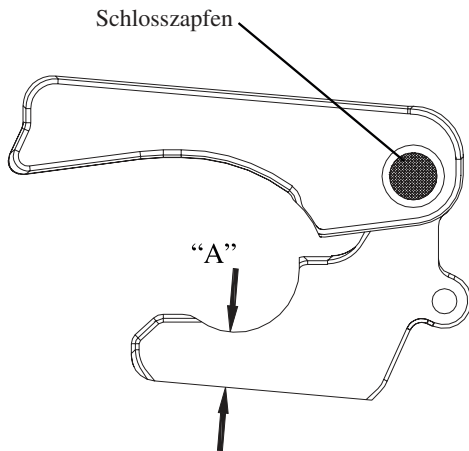

Abbildung 12 - Einbaulage des Schlosszapfens
3. Sattelkupplung auf Verschleiß prüfen. Wenn Maß "A" (siehe Abb. 12) weniger als 20,25 mm beträgt, wird ein Schlossstück-Austauschsatz benötigt.
Beim Schlosszapfen (siehe Abb. 12) handelt es sich lediglich um einen Drehzapfen, der auslegungsgemäß kleiner als die Bohrung im Schlosstück ist. Damit ist Spiel vorhanden, was es dem Schlosstück ermöglicht, jederzeit vollständig im Kontakt mit Königszapfen und Verschlussriegel zu stehen.
Liegt am Schlosstück Untermaß vor (Maß A in Abb. 12) unter 20,25 mm), wird ein Schlosstück-Austauschsatz benötigt.